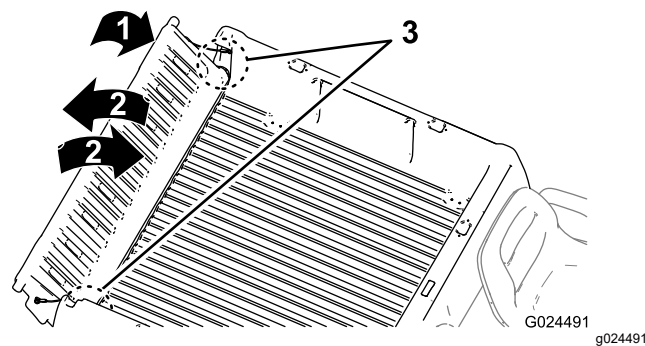

Figura 21
2. Gire el portón trasero a un ángulo de 45° aproximadamente (**Figura 21**).
3. Mueva el portón trasero varias veces hacia adelante y hacia atrás con breves sacudidas (**Figura 21**).